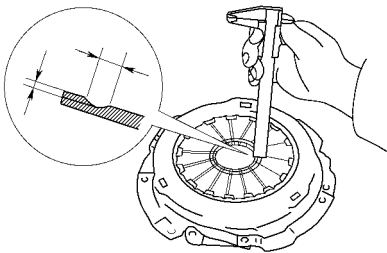

图 9-13 用游标卡尺检查膜片弹簧磨损的深度和宽度
(5) 检查膜片弹簧是否有磨损。使用游标卡尺检查膜片弹簧磨损的深度和宽度，如图 9-13 所示。